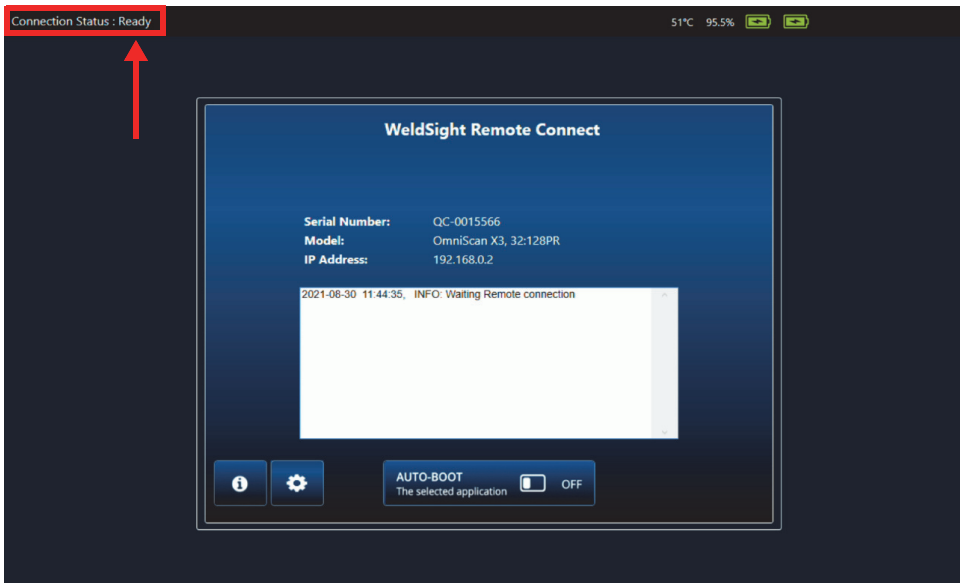

Figura 7-5 Stato collegamento – Ready
5. Lo stato in WeldSight Remote Connect dovrebbe passare da **Not Ready** (Non pronto) a **Ready** (Pronto) quando il rilevatore OmniScan X3 rileva un valido collegamento con il computer (Figura 7-5 a pagina 80).